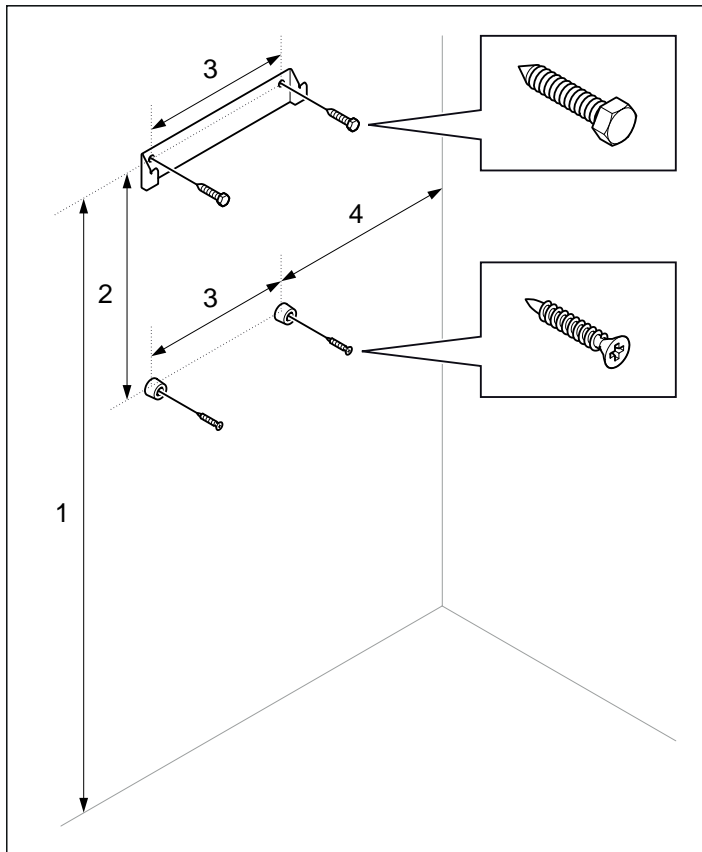

Fig. 9 : Support avec vis et entretoises
1. Fixer le support et les entretoises sur la cloison en suivant les dimensions spécifiées (voir Fig. 9). -